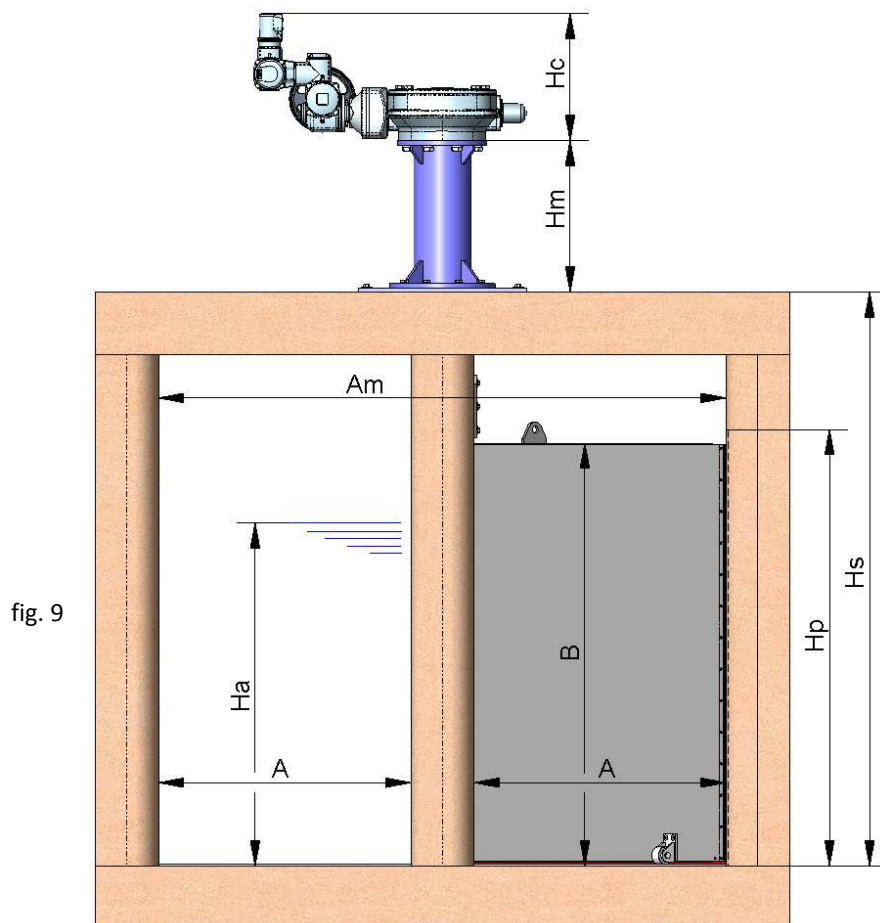

fig. 9
Como referência às variáveis de largura e altura utilizamos as cotas A e B e o modo de designação é A x B (Largura x Altura). As dimensões vão desde 500 x 500 até 3000 x 3000 (dimensões superiores a pedido). Estas comportas podem ser quadradas ou rectangulares, pelo que a largura (A) e a altura (B) não têm de ser iguais. A seguir é descrita cada cota da fig. 9: